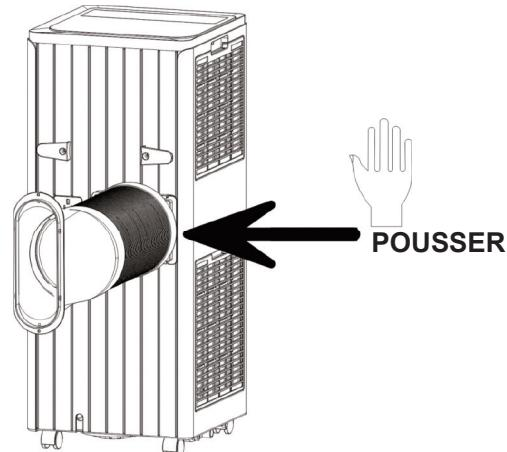

Figure 1
### 1.1 Installer l'assemblage du caloduc (comme indiqué sur la Fig.1)
- 2) insérer le caloduc (l'extrémité du joint d'échappement) dans la fente d'aération du panneau arrière (pousser vers la gauche) et terminer l'assemblage (comme indiqué dans la figure 1).